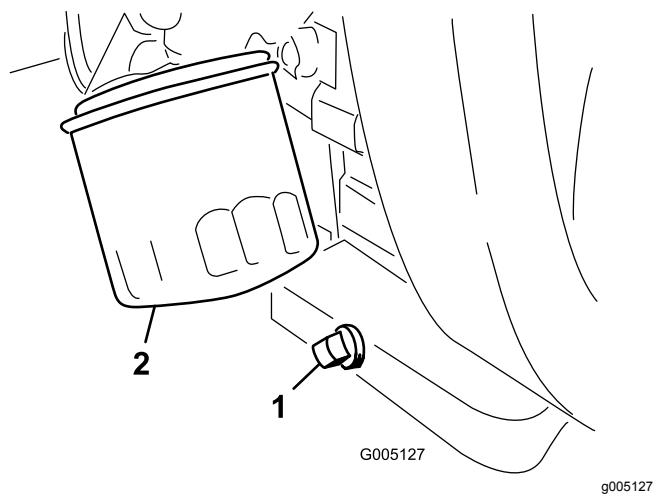

Figura 38
1. Retire el tapón de vaciado (Figura 38) y deje fluir el aceite a un recipiente apropiado.
2. Limpie las roscas del tapón de vaciado, aplique sellador de PTFE, e instale el tapón de vaciado (Figura 38).
3. Retire el filtro de aceite (Figura 38).